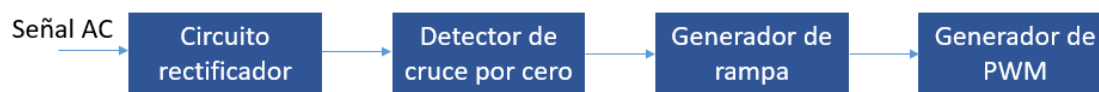

Figura 2. Diagrama de bloques del circuito de control de fase por implementar.
7. Realice los ajustes necesarios para simular el circuito de control de fase cuyo diagrama de bloques se muestra en la Figura 2, utilizando los diseños de los puntos 4 (solamente uno), 5 y 6. La frecuencia de la señal senoidal de entrada podría ser de 50 Hz o 60 Hz a 120 Vrms.
1. Inicialmente trabaje con una señal de entrada de 120 Vrms y 60 Hz. Agregue osciloscopios o análisis gráficos a la salida de cada bloque de la simulación del punto 7 del cuestionario previo, de forma que se observe la señal AC rectificada en comparación con cada salida. Añada una imagen donde se muestre el circuito completo con los distintos bloques de la Figura 2 identificados.